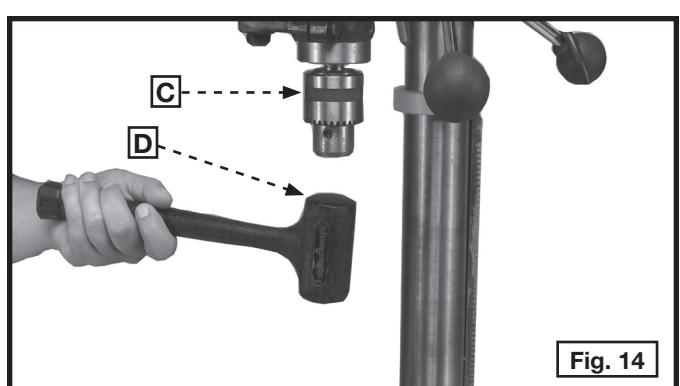

Fig. 14
11. Placer le mandrin (C), fig. 14, sur le bout conique de la broche et le frapper avec un marteau en caoutchouc (D) ou un bloc de bois et un marteau